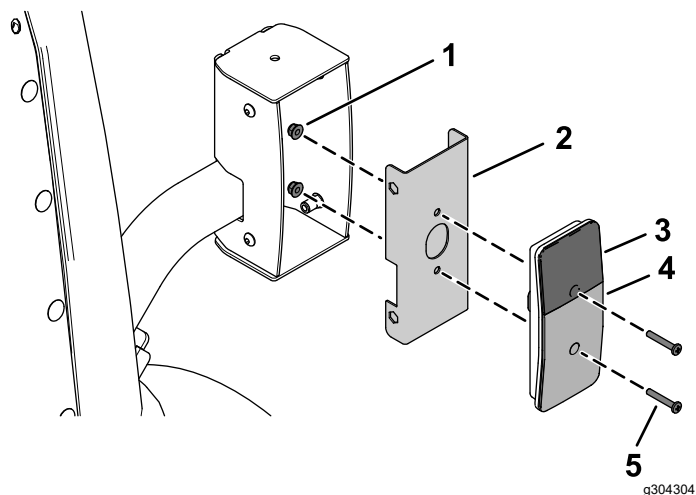
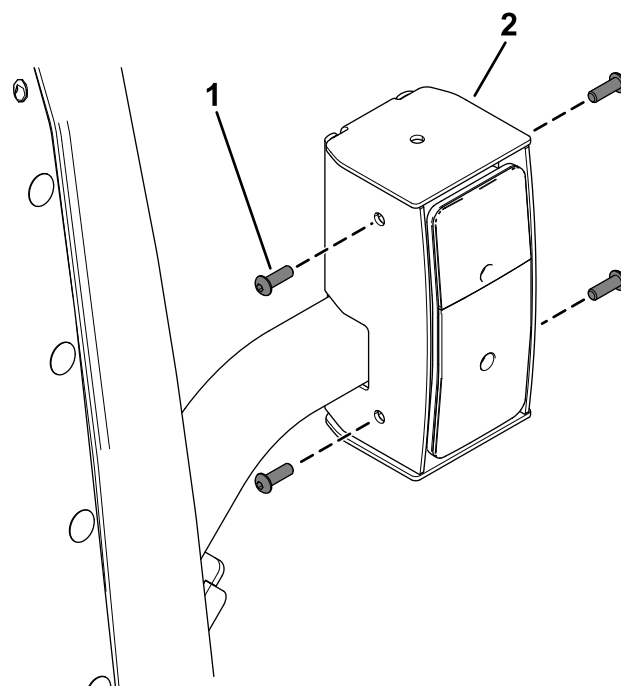

Figura 36
Figura 37
5. Fije las luces traseras a los conjuntos de soporte interiores con 4 pernos de cabeza plana (N.º 10 x 1¼") y 4 tuercas con arandela prensada (N.º 10), como se muestra en la Figura 36.
8. Fije las luces traseras montadas a las carcasas de las luces traseras con 8 pernos de cabeza de botón (¼" x ¾"), tal y como se muestra en la Figura 37.
Asegúrese de que instala las luces traseras con la lente amarilla en la parte superior (Figura 36 y Figura 37).